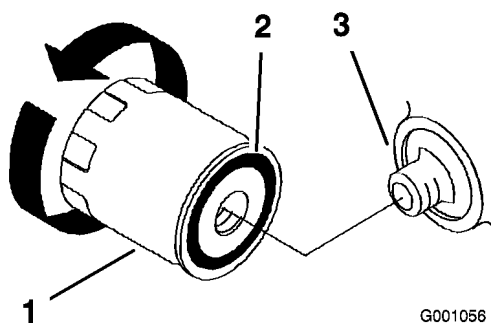

Figura 32
4. Aplique una capa fina de aceite nuevo a la junta de goma del filtro nuevo (Figura 32).
5. Instale el filtro de aceite nuevo en el adaptador del filtro. Gire el filtro en el sentido de las agujas del reloj hasta que la junta de goma entre en contacto con el adaptador del filtro, luego apriete el filtro 1/2 de vuelta más (Figura 32).